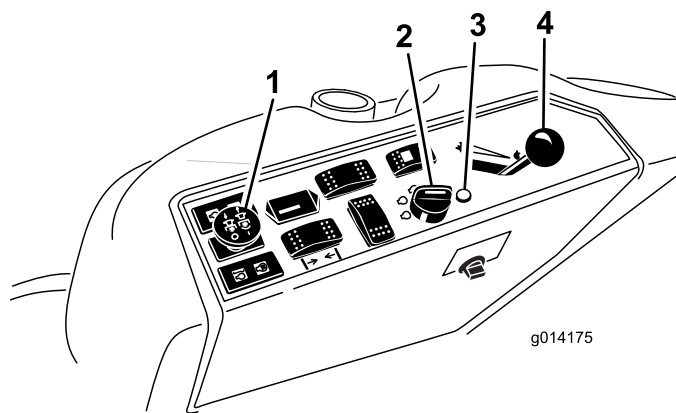

Figura 9
4. Disinserite la presa di forza (posizione Off) (Figura 9).
5. Portate la leva dell'acceleratore al centro tra le posizioni Minima e Massima (Figura 9).